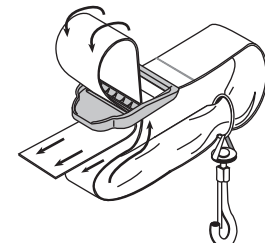

Fig. 7
- Pase la correa sobre la barra transversal y hacia abajo a través de la ranura de la hebilla (Fig. 7).